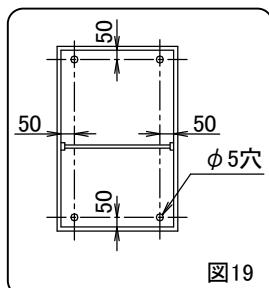

図19
- ②中台キャビネット後板に下穴(Φ5穴)を加工してください。(図19)